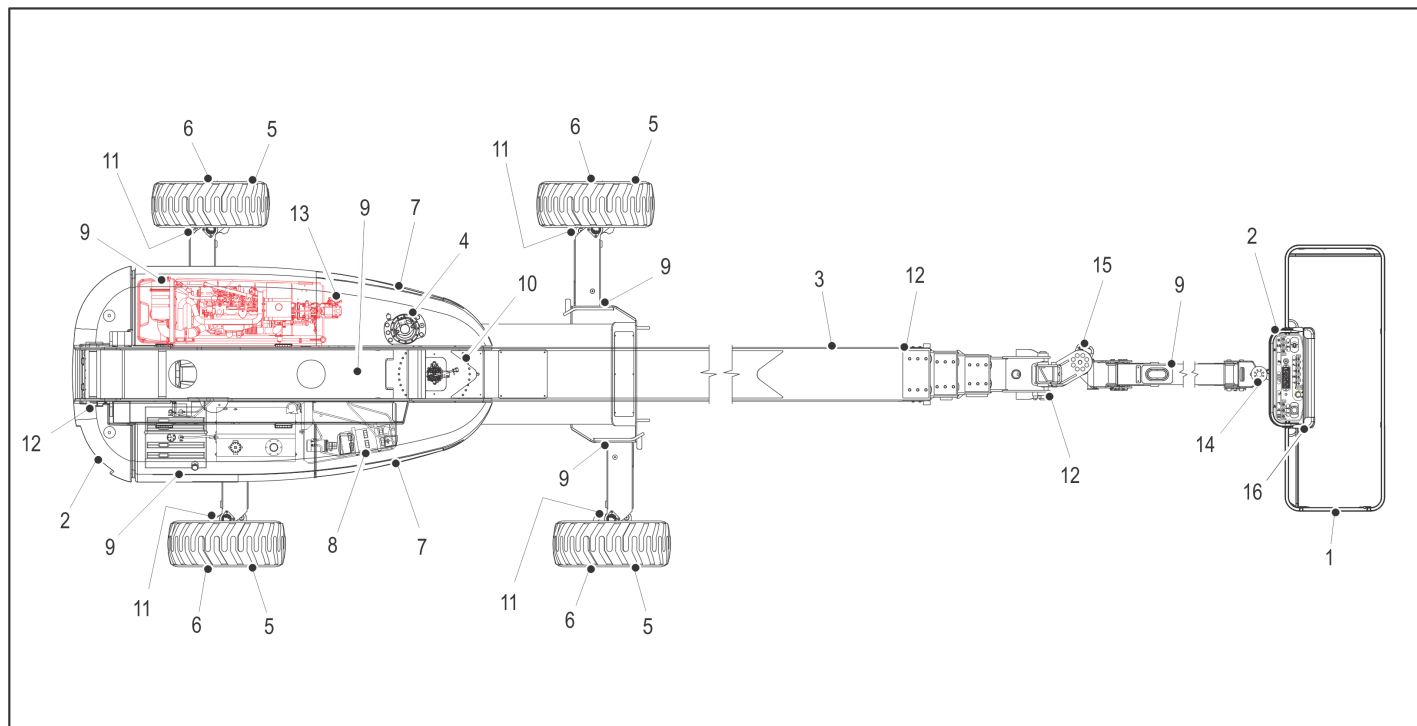

Figura 2-2. Inspeção exterior diária — Folha 1 de 3
5. **Inspeção exterior** — Consultar a Figura 2-2. e a Figura 2-3.